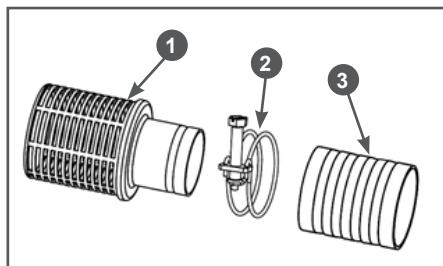

Рис. 14 Установка всасывающего фильтра
- Наденьте до упора всасывающий рукав 3 на патрубок всасывающего фильтра 1 и затяните его хомутом 2 (Рис. 14).